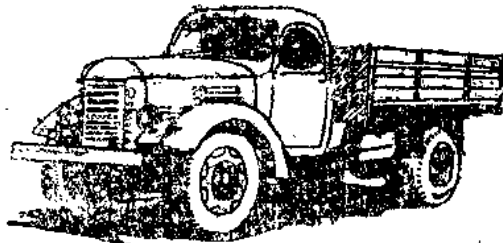

图1 解放CA—10B型载重汽车
- 几种国产汽车的外形及性能，如图1、图2、图3、图4所示。